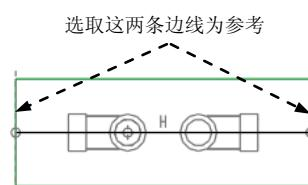

图 15.15 截面草图
(3) 绘制截面草图。选取图 15.15 所示的坯料的边线和 MAIN_PARTING_PLN 基准平面为草绘参考；绘制图 15.15 所示的截面草图（截面草图为一条线段），完成截面的绘制后，单击“草绘”操控板中的“确定”按钮 。